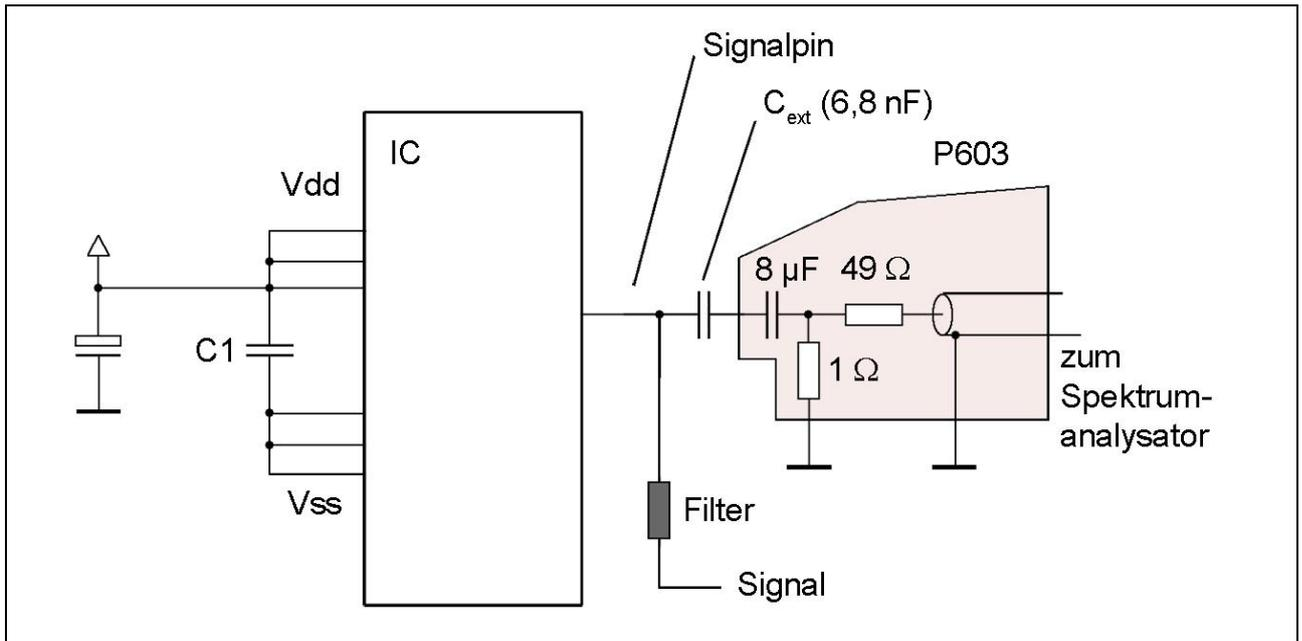

Bild 12: Probe P603, Strommessung an einem unter Funktion stehenden Signalpin
5. Strommessung (**P603**) an einem unter Funktion stehenden Signalpin, **Bild 12**
Für die Strommessung an Signalpins kann durch den externen Kondensator  $C_{ext}$  die Belastung des Signalpins, die durch die niedrige Impedanz der Probe (1 Ohm) hervorgerufen wird, vermindert werden (**Bild 12**).